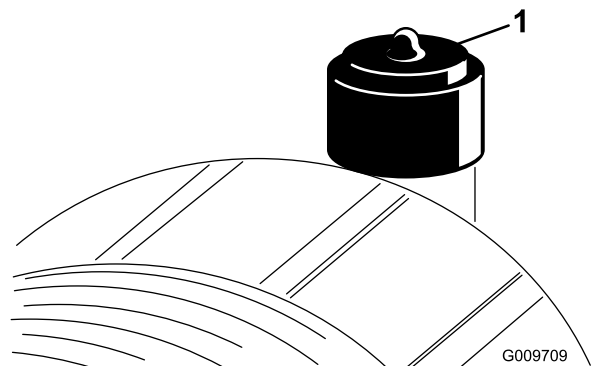

Figura 45
Faça a manutenção ao filtro de ar apenas quando o indicador de manutenção o exigir (Figura 45). Mudar o filtro de ar antes de ser necessário apenas aumenta a possibilidade de entrar sujeira no motor quando retira o filtro.
2. Reinicie o indicador (Figura 45) se este se apresentar vermelho.